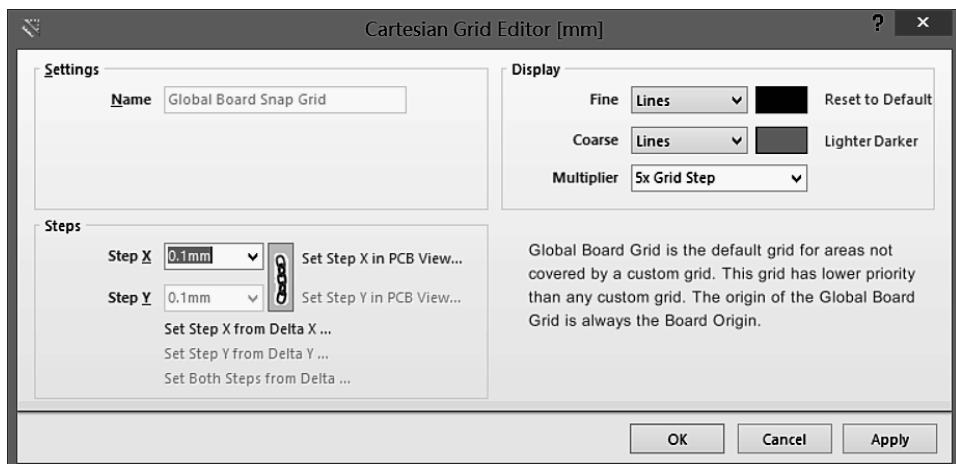

图 9-5-4 设置栅格参数
(2) 将长度单位切换到公制单位 mm，打开栅格设置对话框，将栅格 Snap Grid 设置为 0.1mm，即 Grid Step 为 1mil，将 Grid 2 中 Multiplier（乘数）设置为 5×Grid Step，则 Grid 2 的大小为 5mm，如图 9-5-4 所示。